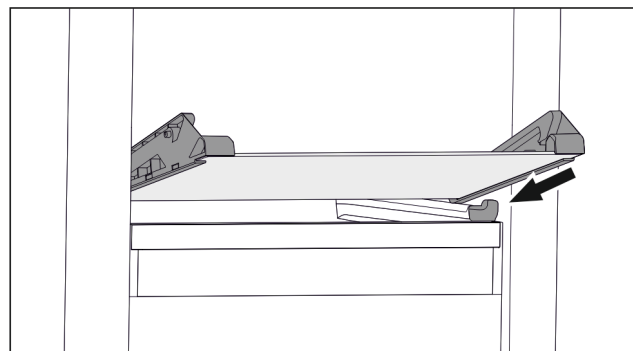

Fig. 132 Skleněná deska odklápěcí zásuvky
- ▶ Nasadte skleněnou desku šikmo za zářezky. (viz Fig. 132)